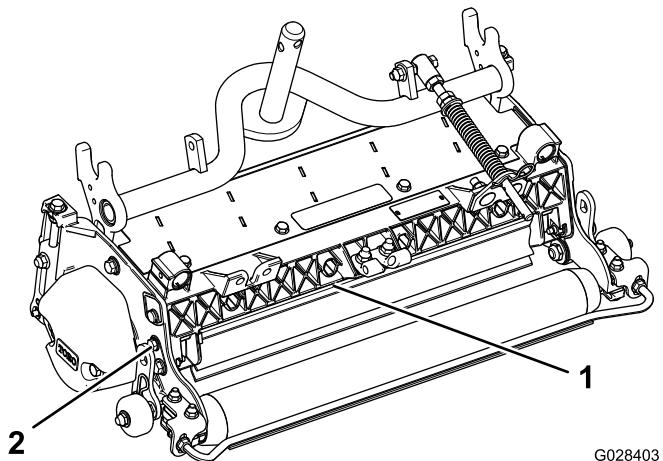

Figura 10
- Afloje los pernos del pivote del deflector de hierba (Figura 10).
- Gire el deflector de hierba a la posición deseada, y apriete los pernos (Figura 10).